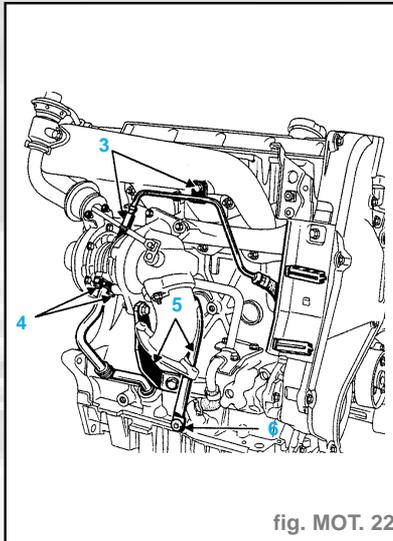

fig. MOT. 22
- Déposer (fig. MOT. 22) :
- les tuyaux d'alimentation d'huile (3) et de retour (4) sur le turbo,
- les deux béquilles (5).